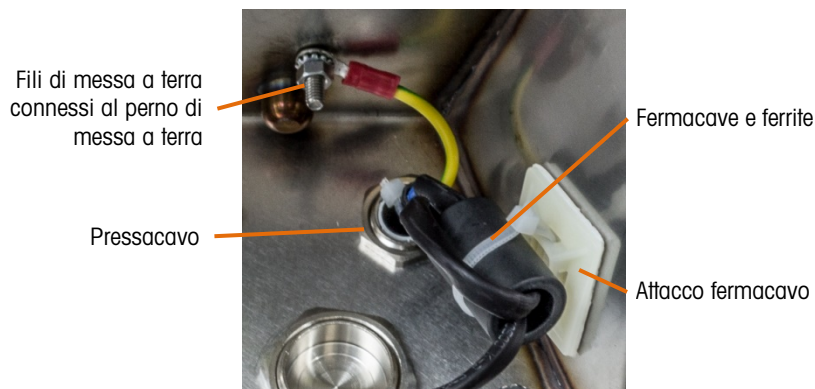

Figura 2-16: Posizione invertita del cavo di alimentazione
- K. Far aderire l'attacco fermacavo all'armadietto nella posizione indicata nelle Figura 2-16 e Figura 2-17. Fissare con il fermacavo la ferrite in posizione e tagliare eventuali lunghezze in eccesso.